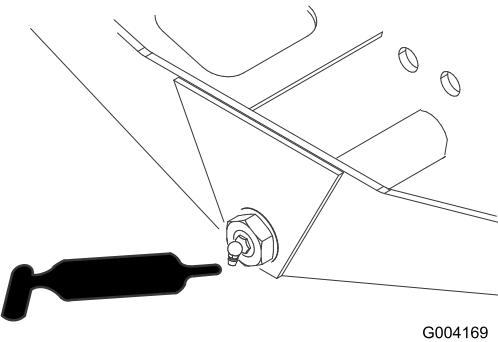

Figura 49
- Perno sterzante del ponte (1) (Figura 49)